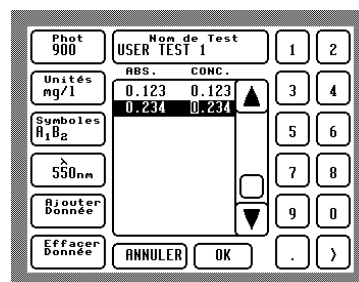

Fig 25 – Saisie de données d'essai
- Appuyez sur **Editer**. Les données mémorisées par cet essai viennent alors s'afficher (Voir Fig 25, Page 36).